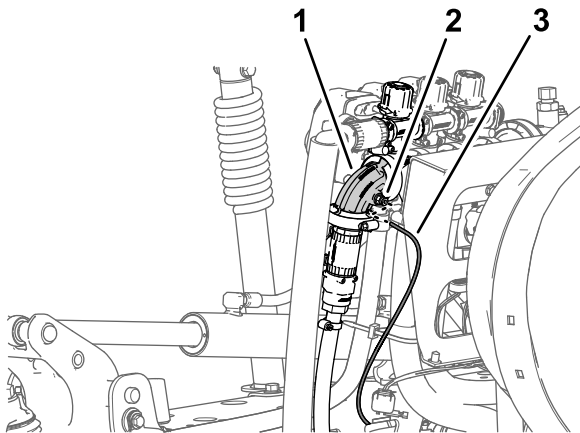

Figure 28
1. Poussez la bague de blocage du raccord de tube dans le raccord coudé à 90° de la vanne de section de pulvérisation droite (Figure 28).
2. Tirez le tube de détection de pression du manomètre de planche de bord hors du raccord de tube (Figure 28).